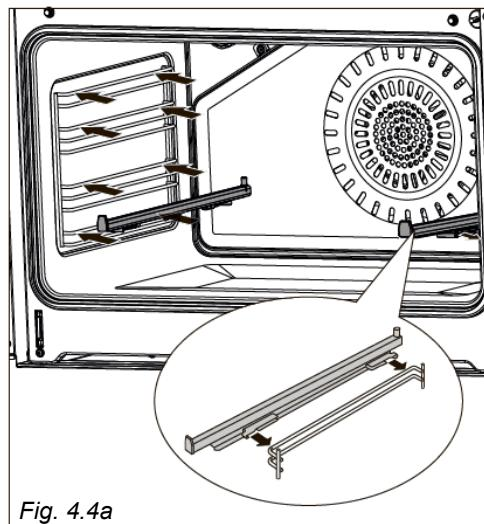

Fig. 4.4a
- Posicione as calhas deslizantes corretamente na guia superior de nível dos suportes laterais e pressione para baixo (fig. 4.4a); deve ouvir o clique de encaixe dos cliques na guia.